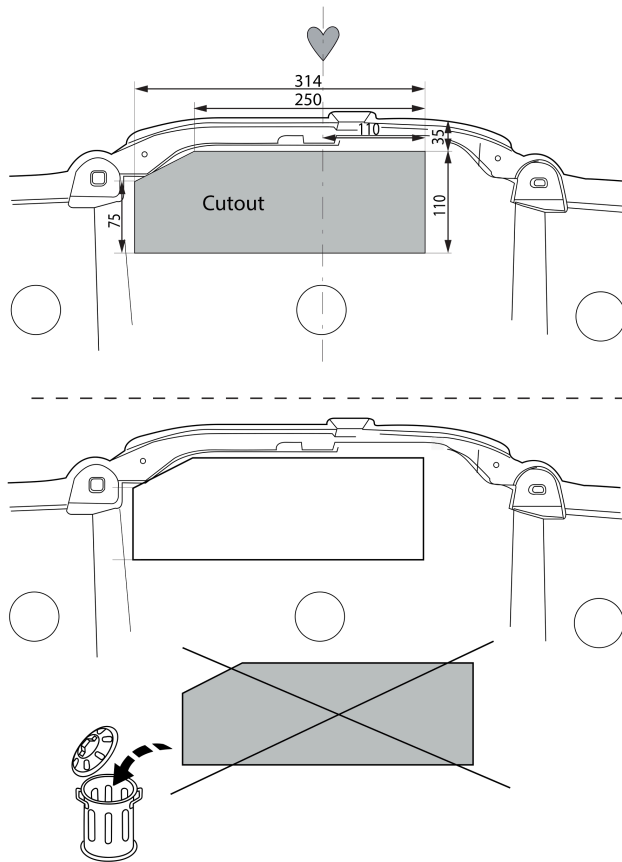

Fig. 2
8. Выпилить часть из пластмассового защитного колпака в середине снизу, как указано на рис. 2.